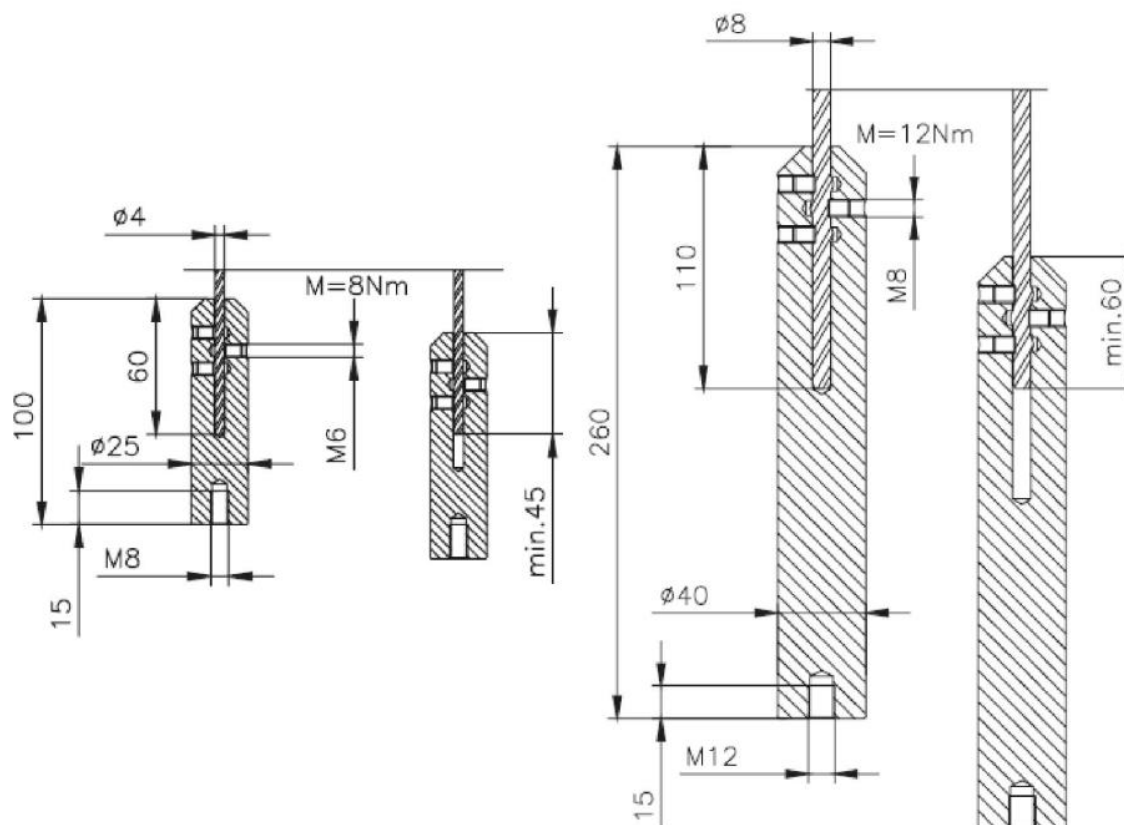

Рисунок 28 - Крепление груза к тросовому чувствительному элементу.
2.3.11 При необходимости длину тросового чувствительного элемента можно сократить до требуемой (только в случае если уровнемер используется для определения уровня жидкости). Для этого необходимо снять груз, вывернув три винта, и обрезать трос до необходимой длины. Трос следует обрезать аккуратно, чтобы не допустить его раскручивания. Затем установить груз обратно (см. рисунок 28).